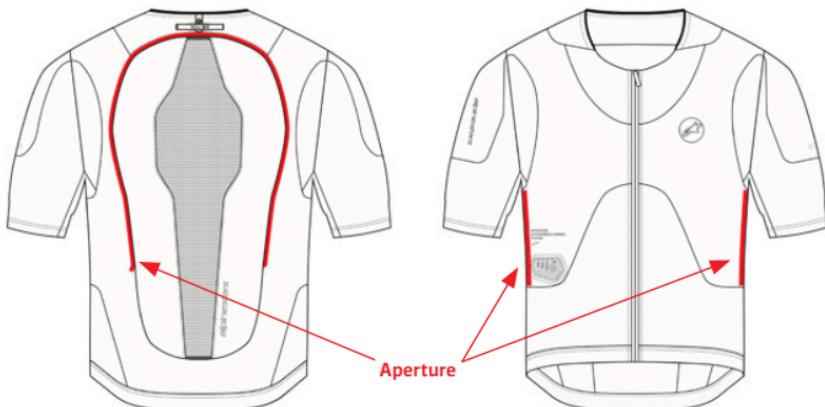

Figura 24: Aperture dello strato base (1)
2. Staccare la protezione posteriore (4) – Staccare la chiusura a strappo sulla parte superiore della protezione posteriore (4) e separare la protezione posteriore (4) dallo strato base (1).
3. Staccare l'airbag (11) - Tramite l'apertura posteriore, procedere a staccare tutti i 12 passanti di collegamento che collegano l'airbag (11) allo strato base (1) nella parte posteriore del sistema e nell'area delle maniche. Per accedere ai passanti di collegamento sulla parte anteriore del sistema utilizzare le due aperture presenti sui lati all'interno dell'indumento che sono posizionate sui lati del sistema direttamente sotto l'area delle ascelle, come mostrato nella Figura 24. Procedere alla completa rimozione dell'airbag (11) dallo strato base (1).